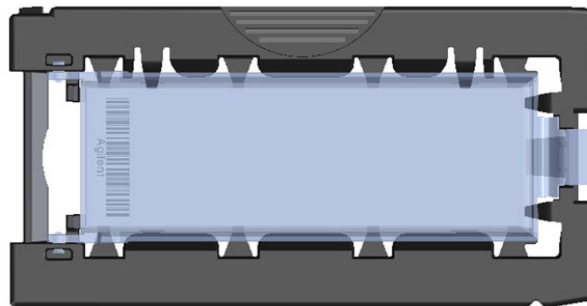

Figura 41 Portaplaclas: cerrado con placa
- g** Cierre la cubierta de plástico de la placa empujando el extremo de la lengüeta hasta escuchar un clic. Consulte Figura 41.